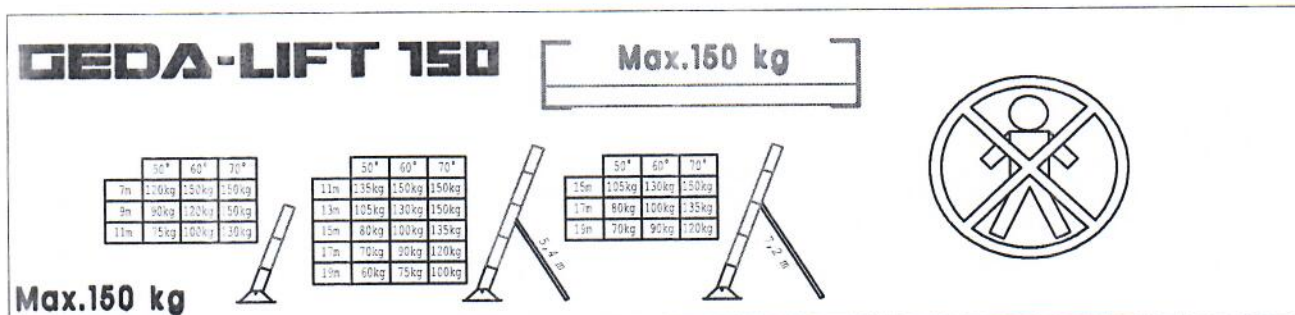

Fig. 13 GEDA-LIFT 150 "Comfort", GEDA-FIXLIFT 150, GEDA-Lift 150 "Standard"
Indien het basisdeel met versterkte ladderprofielen wordt verlengd, wordt het maximale draagvermogen naar 200 kg verhoogd, zoals op de aanduiding voor het draagvermogen op het basisdeel te zien is (zie Fig.13 en 14)
Het betreffende draagvermogen kan men op de sticker op het basisdeel aflezen of uit Fig.13 en 14 halen.
- Op schaal (21) de hellingshoek van de ladderbaan vaststellen en in belastingstabel (Fig. 13/14) aflezen, met hoeveel materiaal-gewicht de ladderlift mag worden belast.